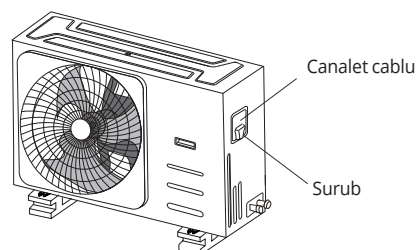

Fig. 7.1
2. Inlaturati capacul unitatii exterioare. In cazul in care unitatea exterioara nu are capac, scoateti suruburile placii de mentenanta si inlaturati capacul de protectie. (vezi Fig 7.1 si 7.2)